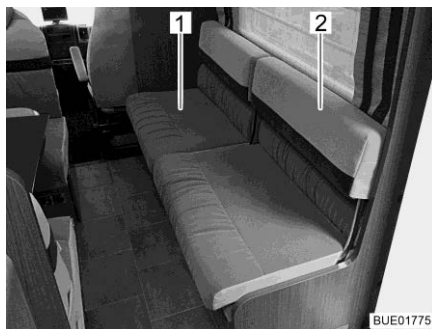

Bild 98 Inställning av sittytan
- Lyft lätt sittytan (Bild 98,1).
- Ta tag i nackkudden (Bild 98,2) och sväng den försiktigt nedåt.